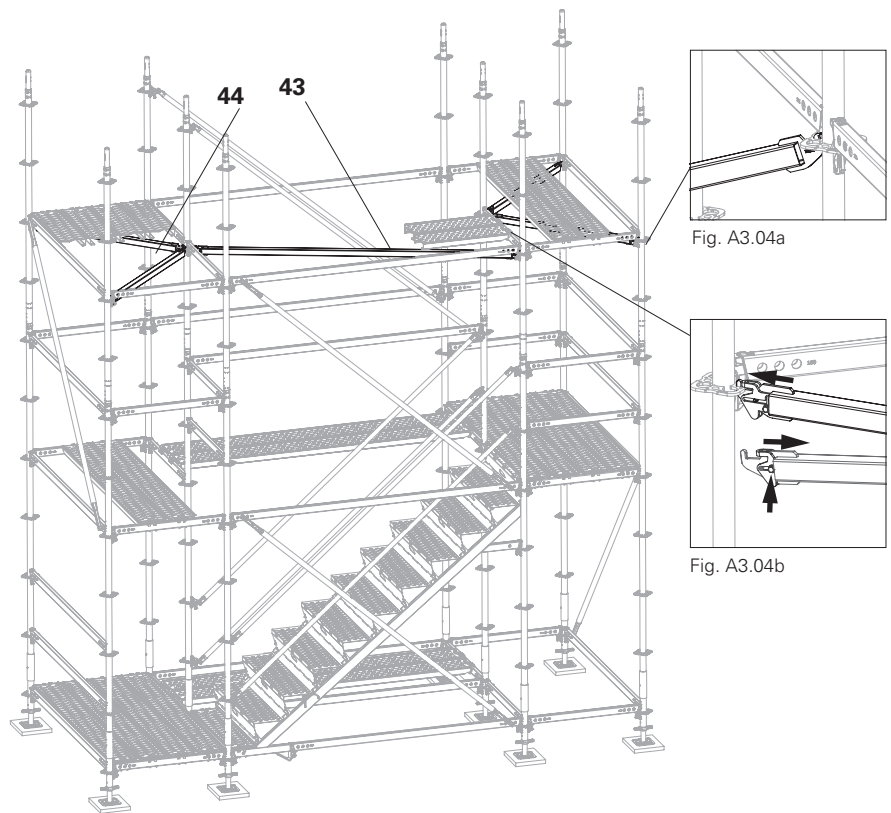

Fig. A3.04
- Le diagonali orizzontali UBH sono montate e fissate. (Fig. A3.04)